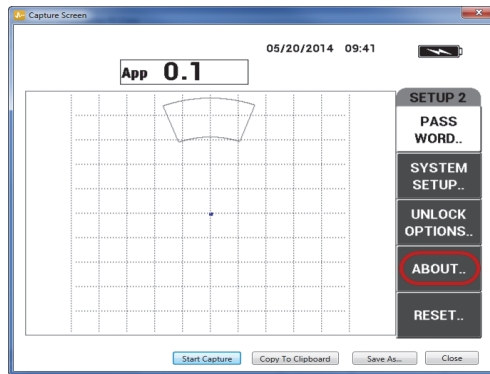

図 7-3 情報メニュー
2. D キーを押し、**情報**メニューを選択します（188 ページの図 7-3 参照）。